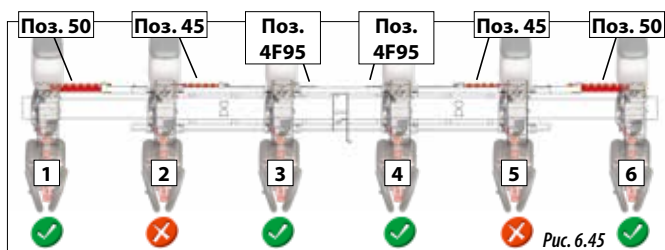

Рис. 6.45
- 1- Отключить высевающие секции 2 и 5 (рис. 6.45), см. раздел 6.7 «ОТКЛЮЧЕНИЕ ВЫСЕВАЮЩЕЙ СЕКЦИИ».